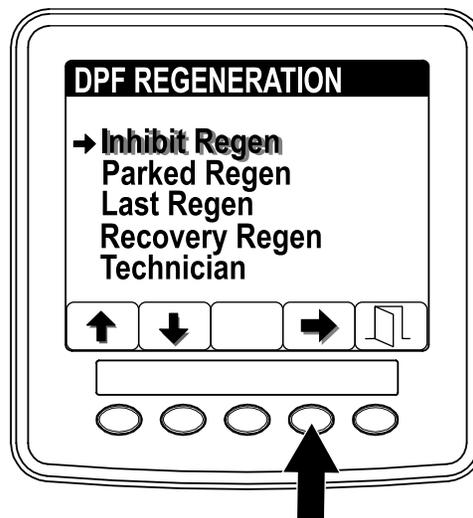

図 12
1. 再生DPF Regenerationメニューから、ボタン 1 と 2 を使ってスクロールして INHIBIT REGEN再生不許可メニューに入る 図 12。
2. ボタン 4 で Inhibit Regen に入る 図 12。